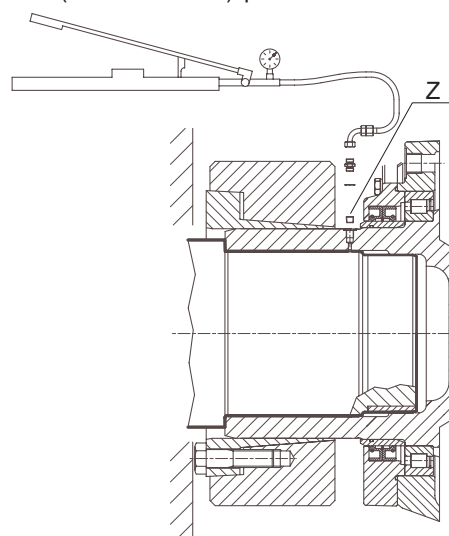

Fig. 4
- Con un cacciavite e martello, fare uscire dalla sua sede uno dei due pernetti "A" (vedi fig. 4), rimuovere le due molle "B", quindi togliere l'altro pernetto
- Fare scorrere il giunto assialmente per liberare e togliere il tappo "Z" (vedi fig. 4) ed utilizzare il foro da 1/8" G, che consente l'immissione di olio in pressione (max. 1000 bar) per facilitare lo smontaggio del